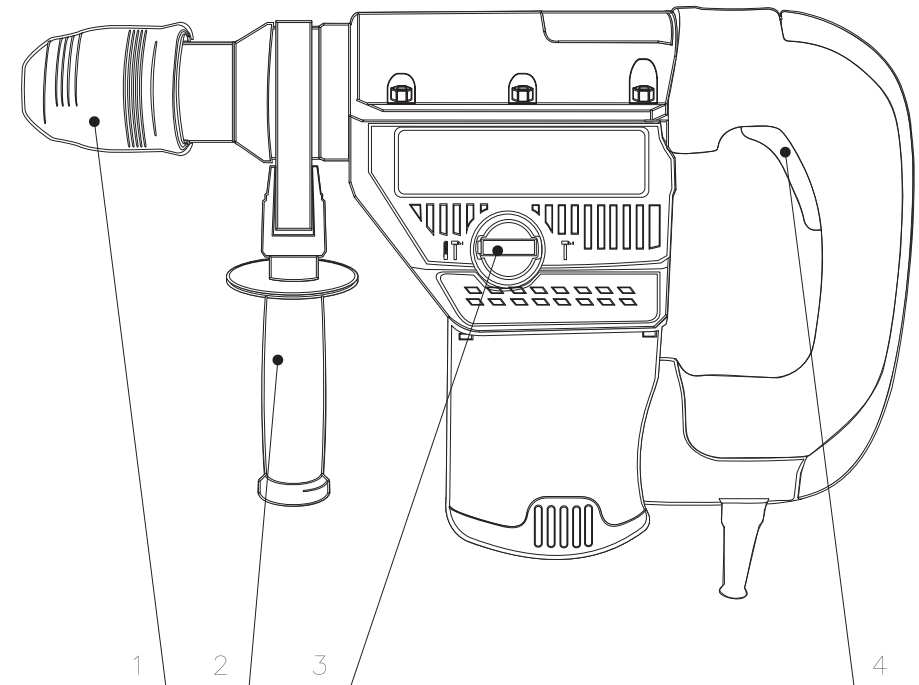

Рис. 1 - общий вид перфоратора
4.1. Общий вид перфоратора электрического представлен на рис. 1